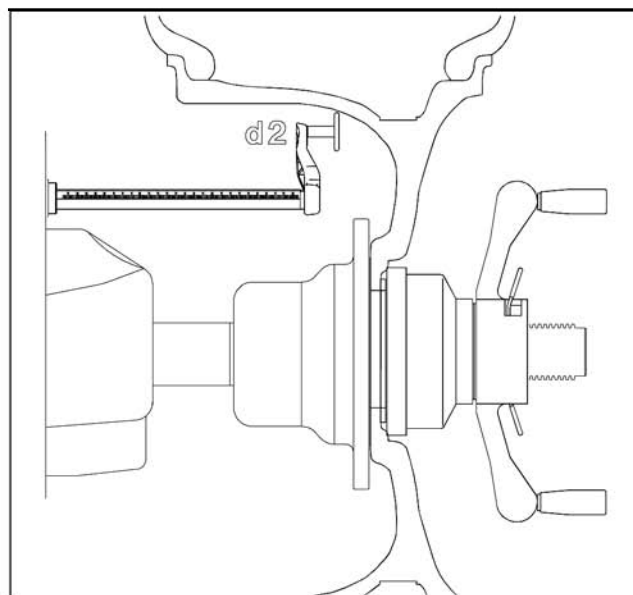

Figure 31
3. L'écran affiche « d - 2 ». Déplacer l'extrémité du levier sur la masse de droite. Voir la figure 31. La distance est affichée dans l'écran de gauche, tandis que « d-2 » est affiché dans l'écran de droite. La largeur de la jante est calculée selon la différence entre D1 et D2.